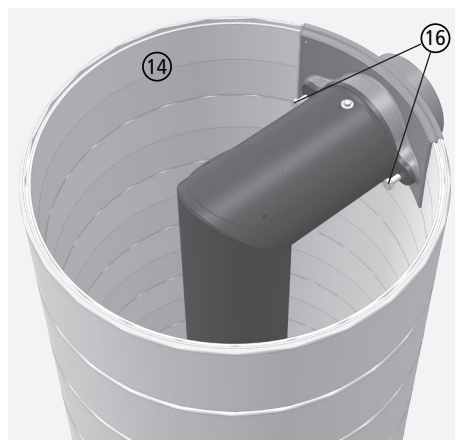

Fig. 3.43 Fixation de la tubulure de raccordement en fonte sur l'ajutage des gaz brûlés dans la bague en fonte supérieure
- ①⑦ insérer la plaque de couverture en fonte (elle est posée dans le rebord circulaire du dernier anneau en fonte), la réservation se trouve au-dessus de la tubulure de raccordement (voir Fig. 3.43),
- ①⑧ insérer l'insert d'accumulation circulaire dans la plaque de couverture en fonte (les 4 ergots en fonte de l'insert d'accumulation sont dans les trous correspondants de la plaque de couverture en fonte),
- ①⑨ placer le couvercle d'obturation.